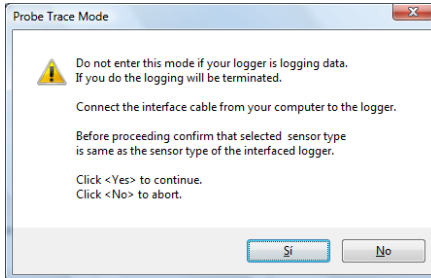

Figura 6. Cuadro de advertencia del modo de trazabilidad.
3.2.5 Aparecerá una ventana como la siguiente. Ver figura 6. En esta ventana se advierte que si se usa este modo de trazabilidad y el limnógrafo está registrando datos, estos se perderán. Esta